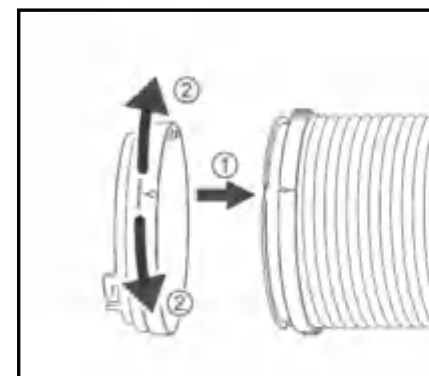
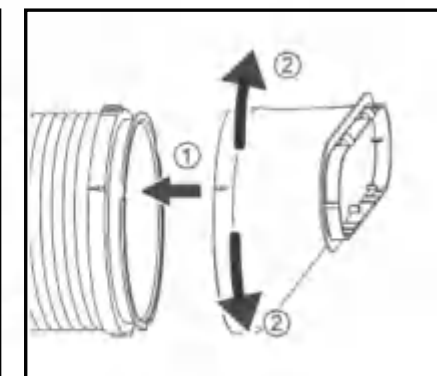

Fig. 3
Fig. 4
- Alignez les flèches sur le raccord de la gaine et sur la gaine, assemblez les pièces et tournez-les à 60° dans le sens des aiguilles d'une montre ou dans le sens inverse (fig. 3). Utilisez la même méthode pour raccorder la sortie de la gaine à la gaine (fig. 4).